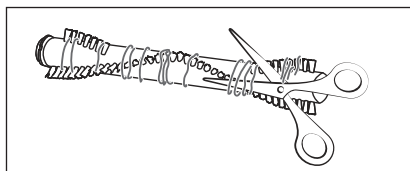

Fig. 31
- 4) Tagliare i fili e i capelli nelle setole del rullo a spazzola **21** utilizzando delle forbici (vedere fig. 31). Rimuovere fili e capelli dal rullo a spazzola **21**.